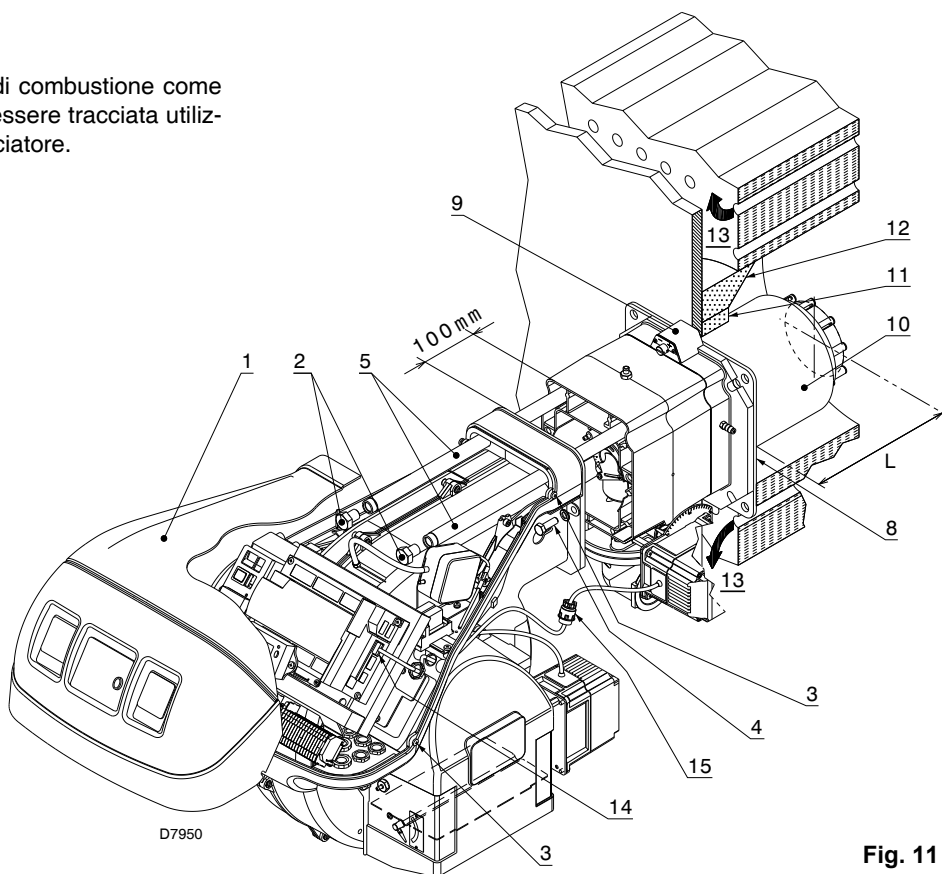

Fig. 11
Per le caldaie con giro dei fumi anteriore (13), o con camera ad inversione di fiamma, eseguire una protezione in materiale refrattario (11), tra refrattario caldaia (12) e boccaglio (10). La protezione deve consentire al boccaglio di essere estratto. Vedere Fig. 11.
Separare quindi la testa di combustione dal resto del bruciatore, Fig. 11.
Effettuata questa eventuale operazione, Fissare la flangia 9)(Fig. 11) alla piastra della caldaia interponendo lo schermo isolante 8)(Fig. 11) dato a corredo.
- rimontare il bruciatore sulle guide 3) a circa 100 mm dal manicotto 4) - bruciatore nella posizione illustrata dalla Fig. 11;
- connettere la spina del servomotore 14)(Fig. 11) ed avvitare il passacavo 15)(Fig. 11);